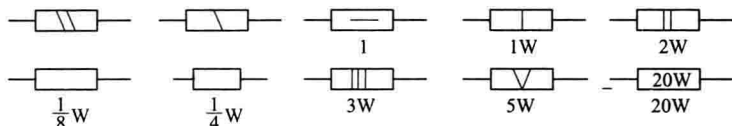

图 1-2 电阻额定功率标注方法
(2) 额定功率 额定功率是指在特定环境温度范围内所允许承受的最大功率。在该功率限度以内，电阻器可以正常工作而不会改变其性能，也不会损坏。电阻额定功率的标注方法如图 1-2 所示。
(3) 电阻温度系数 当工作温度发生变化时，电阻器的阻值也将随之相应变化，这对一般电阻器来说是不希望有的。电阻温度系数用来表征电阻器工作温度每变化 1℃ 时其阻值的相对变化量。显然，该系数愈小愈好。电阻温度系数根据制造电阻的材料不同，有正系数和负系数两种。前者随温度升高阻值增大，后者随温度升高阻值下降。热敏电阻器就是利用其阻值随温度变化而变化这一性能制成的一种电阻器。